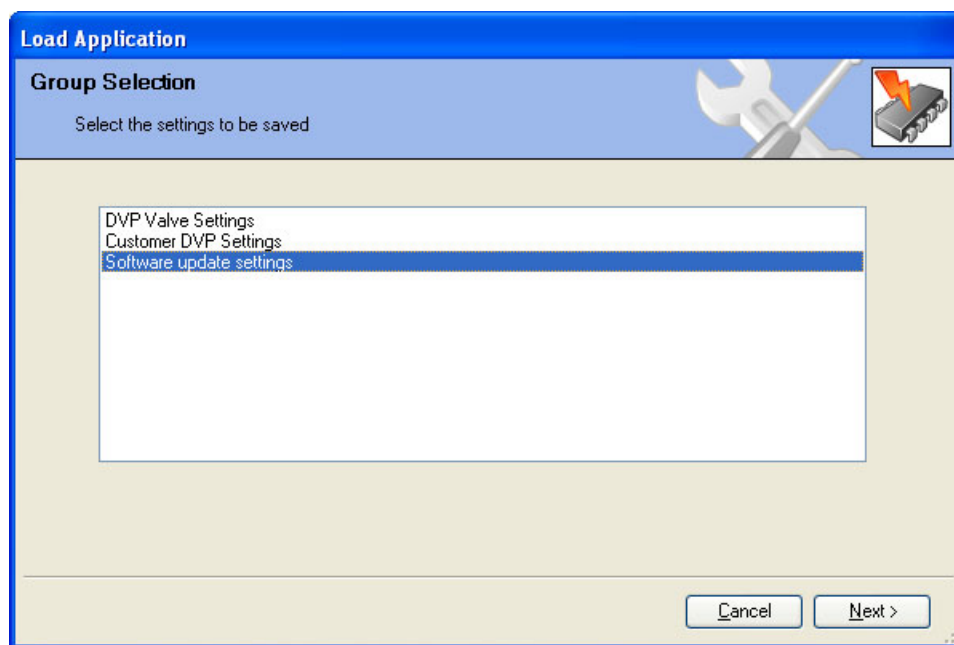

図 B-6. グループの選択
7. 図B-6に示すように、[Group Selection(グループ選択)]ウィンドウがポップアップ表示されます。ソフトウェアを以前の改訂から最新の改訂にアップグレードする場合は、ソフトウェア更新の設定グループを選択することをお勧めします。